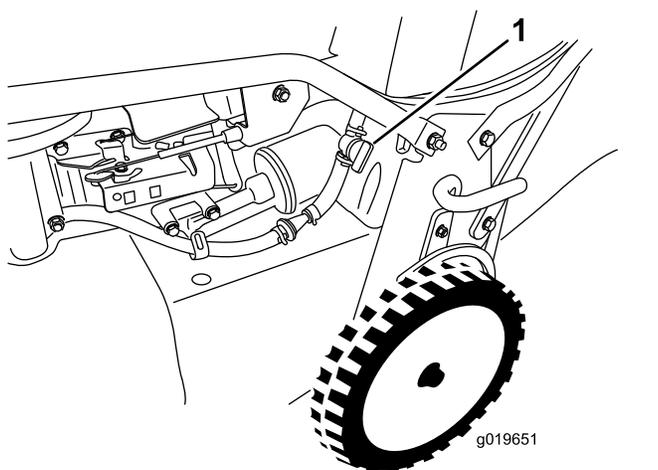

Figura 18
2. Abra a válvula de corte do combustível (Figura 18).